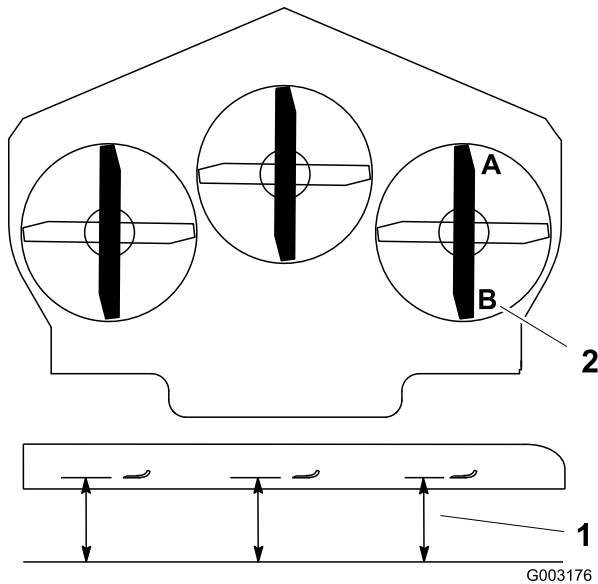

Figure 69
1. Tournez la lame droite dans le sens longitudinal (Figure 69).
2. Mesurez la distance au point **A** entre la surface plane et le tranchant de la pointe de la lame droite (Figure 69).
4. Mesurez la distance au point **B** entre la surface plane et le tranchant de la pointe de la lame droite (Figure 69).
6. La lame doit être plus basse de 6 à 10 mm au point **A** qu'au point **B** (Figure 69). Si ce n'est pas le cas, passez aux étapes suivantes.